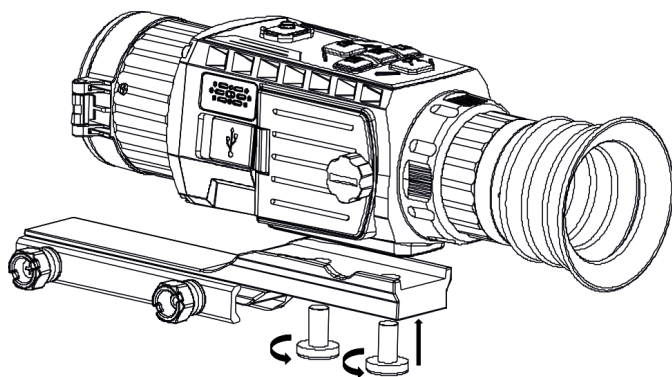

Рис. 2-4. Установка устройства и затягивание винтов
1. Установите прицел на кронштейн, как показано на рис. 2-4.